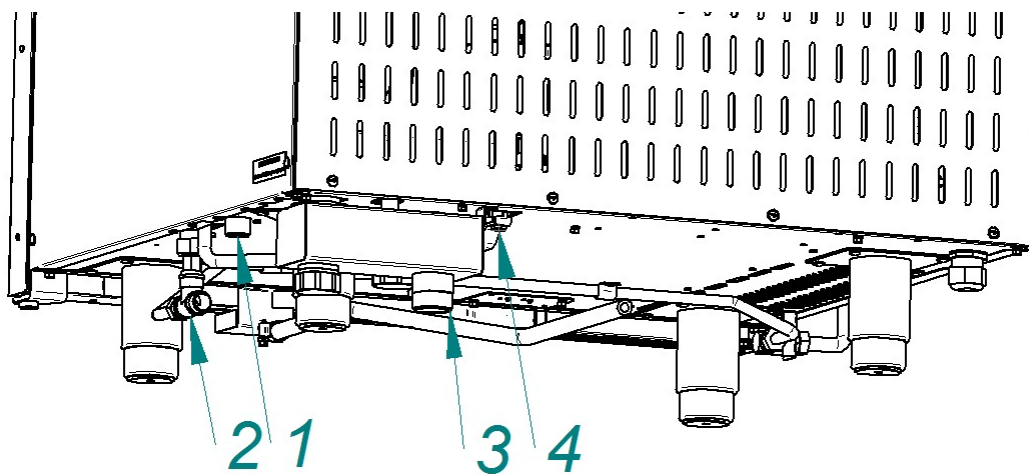
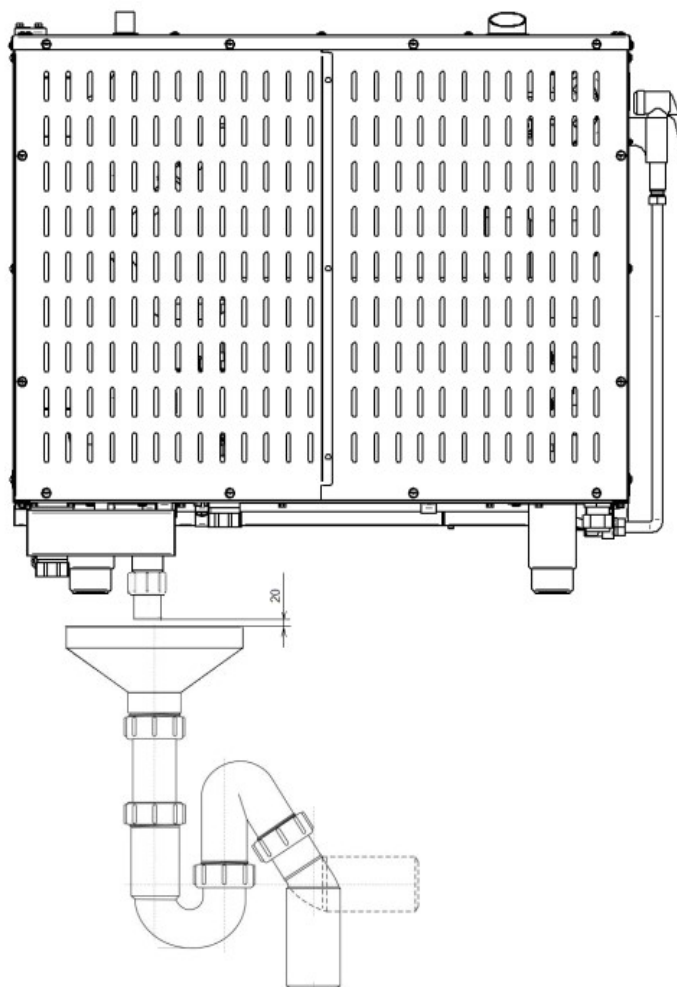

Рис. 4. Подключение к системе водоснабжения
Рис. 5. Подключение к системе канализации
• G3/4 (см. рис.4 поз.1 (наружная резьба)) – парогенератор. Подключать через водоумягчительную установку (водородно-ионного обмена). Рекомендуется использовать BRITA PURITY C300 Quell ST.
• G1/2" (см. рис.4 поз.2 (наружная резьба)) – душевое устройство и охлаждение коллектора. Допускается подключать к неподготовленной воде.
- установить кран слива парогенератора (см. рис.4 поз.4) в положение «Закрото»;
- используя шланг из комплекта поставки, подключить пароконвектомат к системе канализации (см. рис.5). Шланг подключить через штуцер с резьбой G1¼" (рис.4 поз.3). Подключение к канализации выполнить с разрывом струи не менее 20мм от верха приемной воронки (СНиП 2.04. 01-85 п. 17.11).